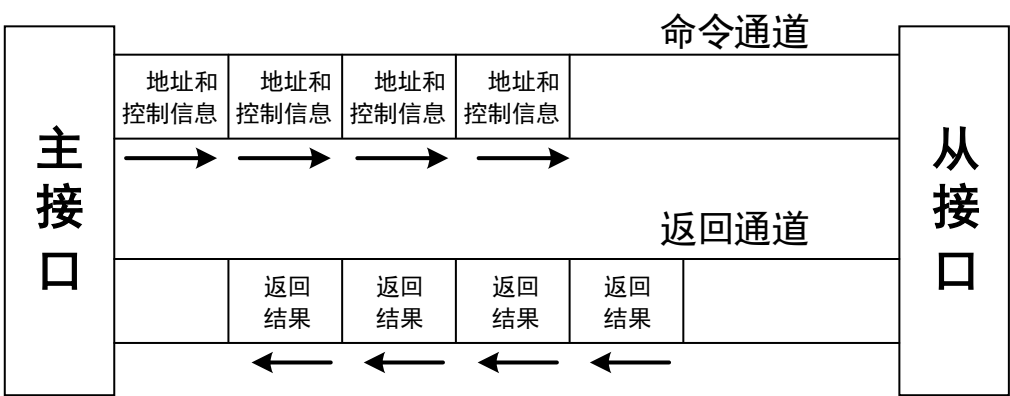

图 1-5 ICB 总线示意图
- 相比 AXI 和 AHB 而言，ICB 的协议控制更加简单，仅有两个独立的通道，如图 1-5 所示，读和写操作共用地址通道，共用结果返回通道。